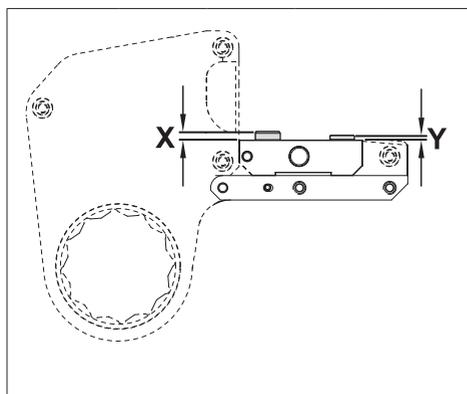

Figura 21
- Verificare che il perno di ritegno (K10) dell'unità di azionamento e il perno di ritegno a prova di guasto (K11) siano installati all'altezza corretta. Vedere la figura 21, dimensioni "X" e "Y".